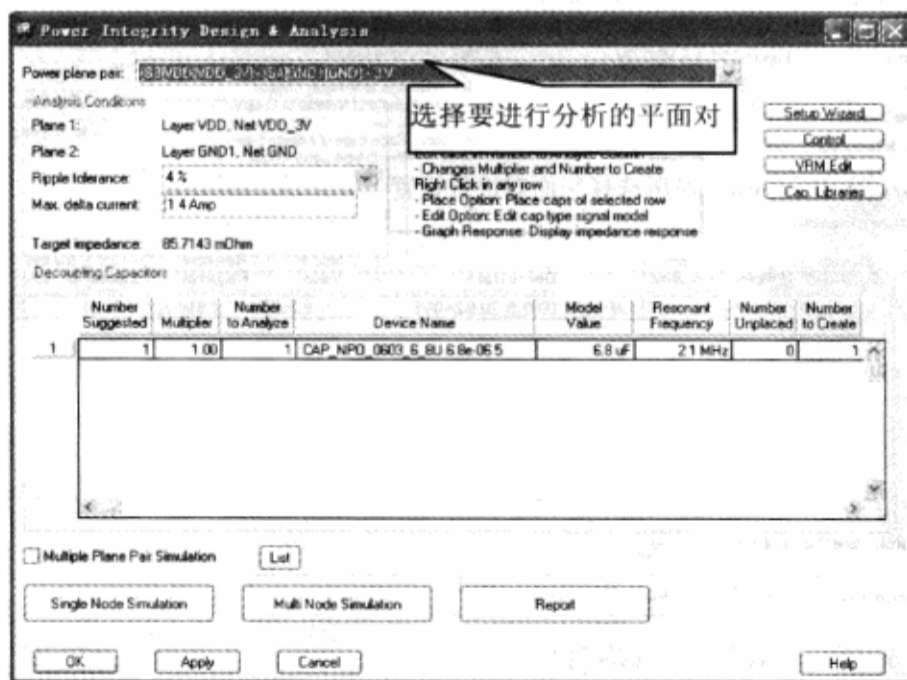

图 8-8-37 选择要进行分析的平面对
(4) 在“Power Integrity Design & Analysis”对话框顶部“Power plane pair”栏中选择“[S3]VDD(VDD\_3V) - [S4]GND1(GND) - 3V”，如图8-8-37所示。